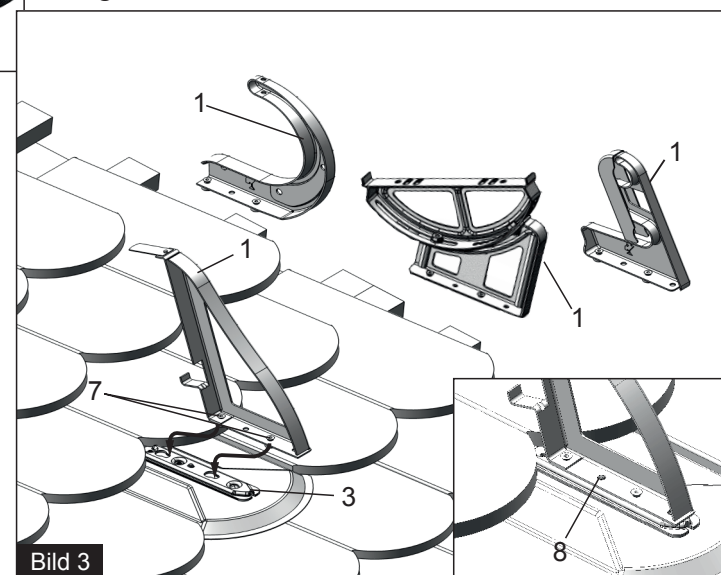

Bild 3
Der Laufsteghalter (1) wird wie in Bild 3 beschrieben montiert.
**(Bild 3)**